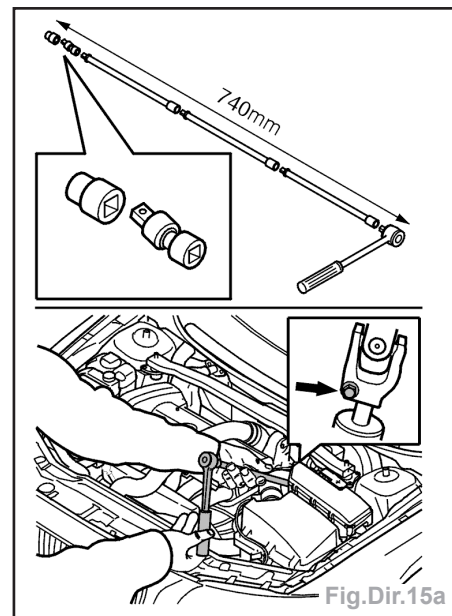

Fig.Dir.15a
- Retirez la vis située sur l'arbre de direction inférieur à partir du compartiment moteur. Utilisez l'outil comme le montre l'illustration (fig.dir.15a).